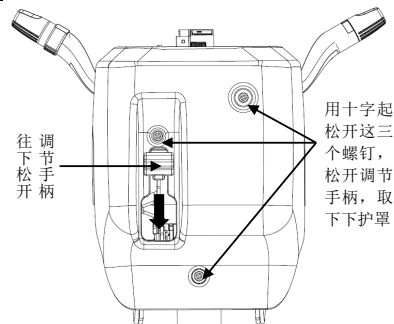

图 4-5
(5) 拆下组合开关护罩。
①上下组合开关护罩由塑料卡扣配合，由下往上将上护罩拉开并取下。
②用十字起松开下护罩的三个安装螺钉，并往下松开转向管柱角度调节手柄，取下下护罩。如图 4-5 所示。